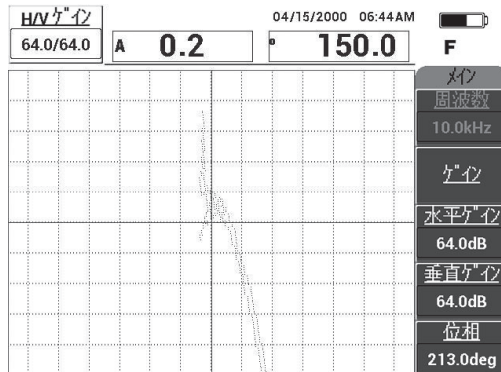

図 6-34 信号振幅の調整
8. ゲインキー (dB) を押して、剥離信号がヌル位置 (十字線) から約 4 区分伸びるように信号振幅を調整します。(156 ページの図 6-34 参照)。